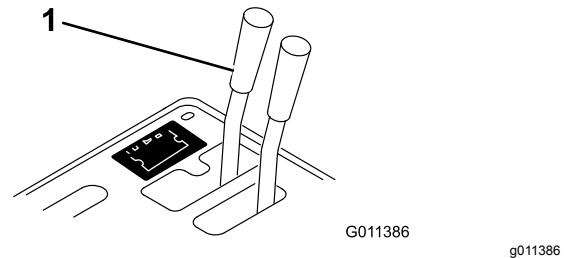

Bild 14
1. Schieben Sie an Fahrzeugen mit Seriennummern kleiner als 239999999 den Remotehydraulikventilgriff (Bild 14) in die Schwebestellung; schieben Sie an Fahrzeugen mit Seriennummern 240000001 und höher den Hydraulikhubhebel (Bild 15) vorwärts und rückwärts, um den Druck aus dem System abzulassen und das Abschließen der Schnellkupplungen zu erleichtern.